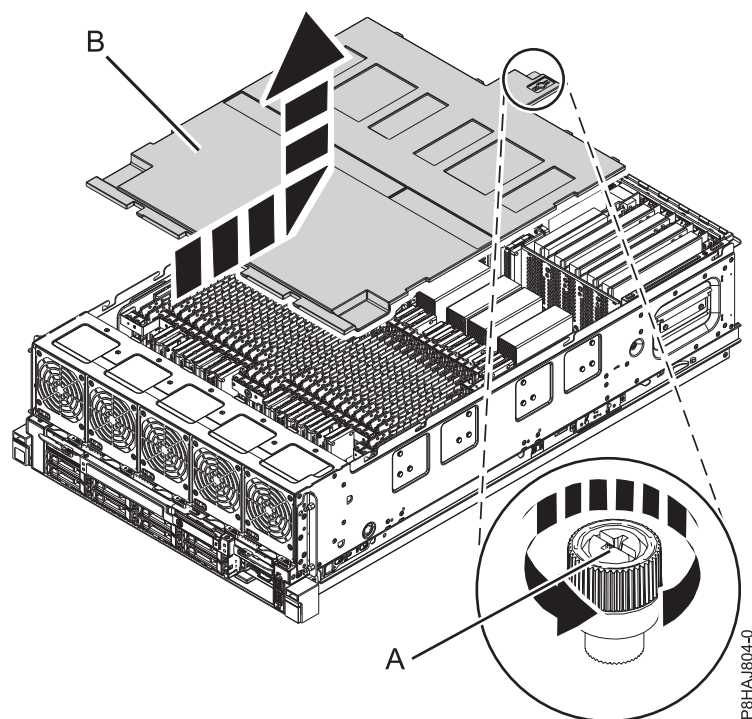

Figura 28. Removendo a tampa de segurança
2. Solte o parafuso (A) localizado na parte traseira da tampa ao girá-lo na direção mostrada em Figura 28 na página 47.
3. Deslize a tampa de segurança (B) em direção à parte traseira do sistema. Quando a parte frontal da tampa desobstruir a borda do quadro superior, erga a tampa para fora do sistema.